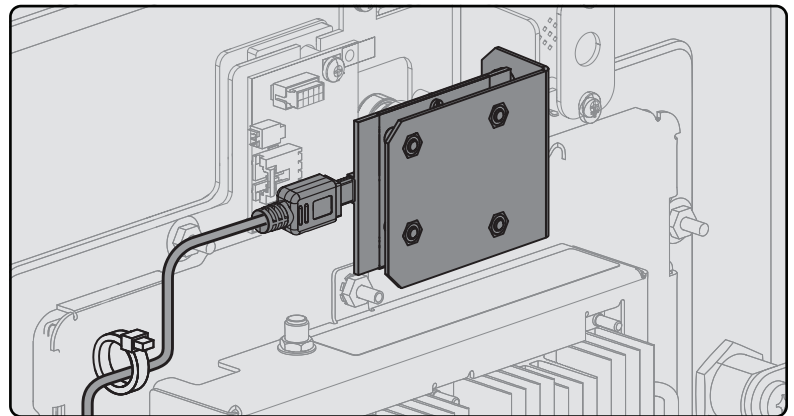

Figura 2. Pasar el cable USB.
7. Pase el cable USB y sujételo con las bandas de sujeción que se incluyen. (Figura 2)